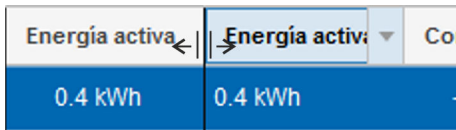

Fig. 95: Ajustar la anchura de las columnas
3. → Mueva el cursor del ratón por la zona situada entre dos columnas y mantenga pulsado el botón izquierdo del ratón para ajustar la anchura de una de ellas (Fig. 95).